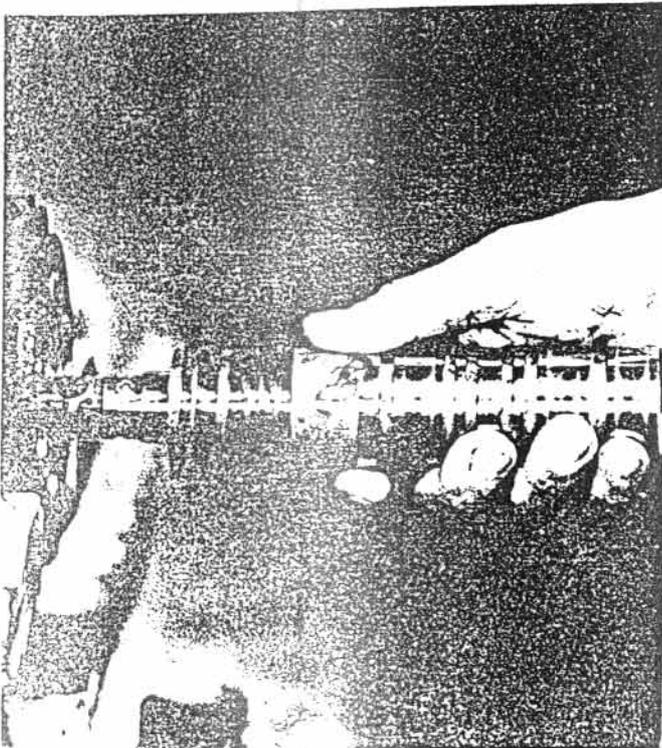

Рис. 8.26
- Предварительно монтированные командный вал 29 и командный плунжер 31 с набором регулирующих шайб 15 и аксиальным подшипником 28 ставится в корпусе (См. рис. 8.26).